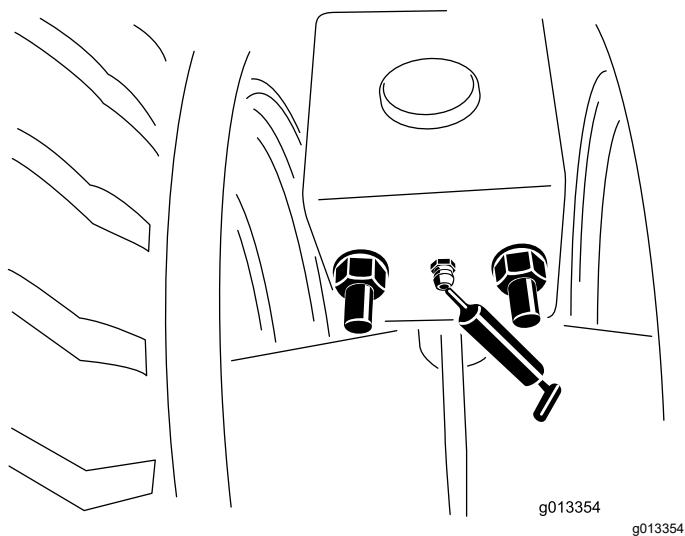

Figura 57
1. Curățați fittingurile de lubrifiere (Figura 57).